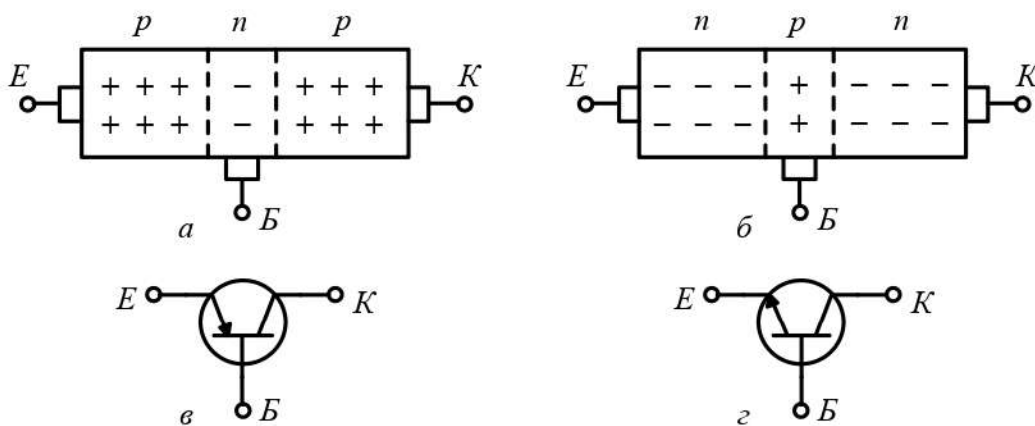

Рисунок 1 – Структури (а, в) та умовні графічні позначення (б, з) біполярних транзисторів $p-n-p$ - та $n-p-n$ -типів відповідно
Зовнішній шар, що є джерелом носіїв зарядів (електронів і дірок), який головним чином створює струм приладу, називається емітером (E). Шар, що приймає носії заряду, що надходять від емітера, називається колектором (K). Середній шар називається базою (B). Стрілками на схемах умовних позначок транзисторів (рис.1, б, з) показані напрямки емітерних струмів. Принцип дії транзисторів $n-p-n$ -типу та $p-n-p$ -типу та фізичні процеси, що відбуваються в них ідентичні.
3.2 Запустити комп'ютерну програму для моделювання електронних схем Electronic Workbench 5.12. Обрати схему підсилювача на біполярному транзисторі – рисунок 1. Лінію, що з'єднує вхід «В» віртуального осцилографа з контрольною точкою схеми встановити кольоровою.